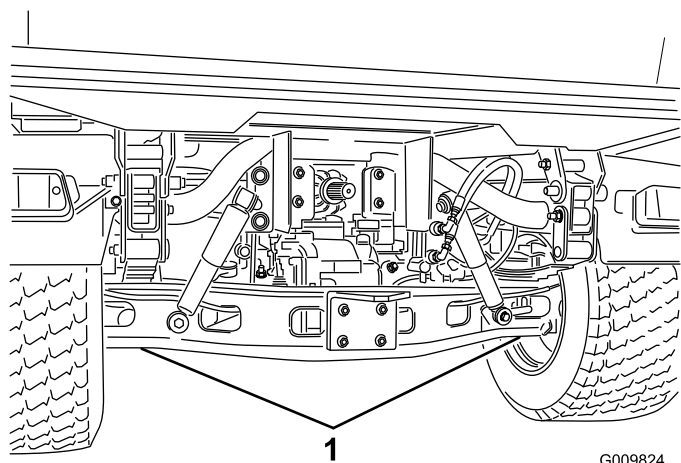

Рисунок 36
- Точка подъема на домкрате передней стороны автомобиля находится под передней средней рамной опорой (Рисунок 35), а сзади - под осью (Рисунок 36).